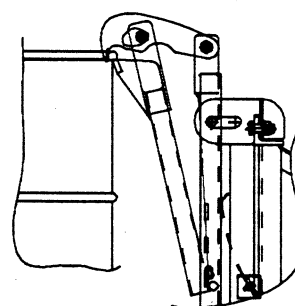

fig. 3
4. Sollevare le forche dell'elevatore, la ganascia si chiude automaticamente e blocca il fusto. (fig. 3)